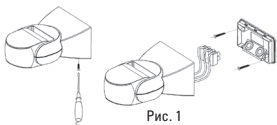

Рис. 1
2. Закрепите датчик к потолку (предпочтительнее) или стене, с помощью шурупов (рис. 1)